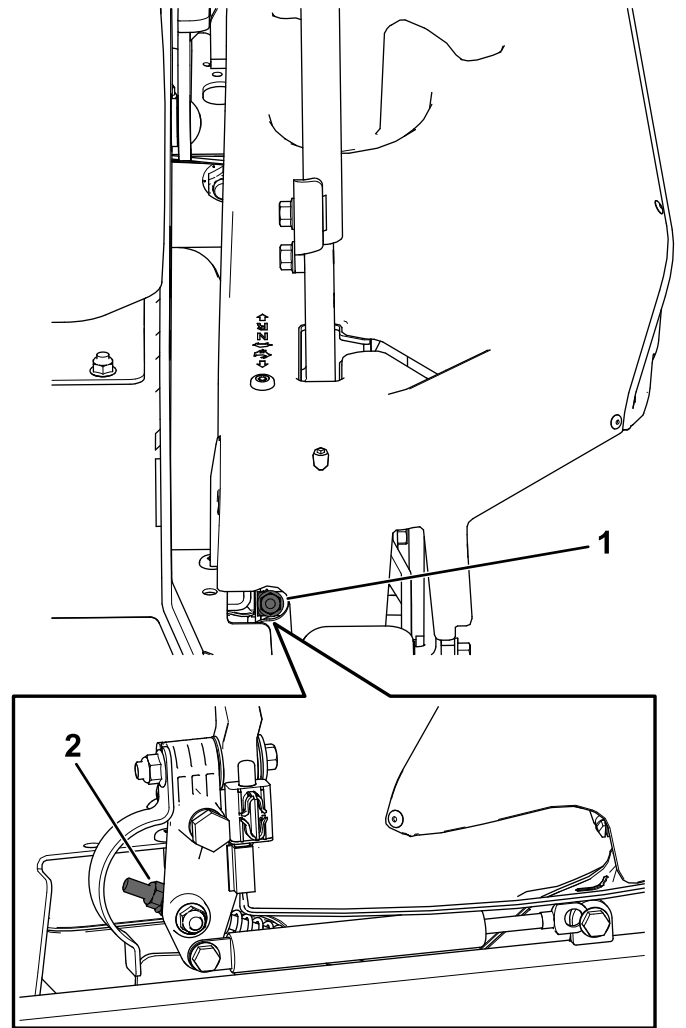

Figura 72
10. Ajuste la longitud de las varillas de control de las bombas girando la tuerca en el sentido apropiado hasta que las ruedas se muevan ligeramente en marcha atrás (Figura 72).